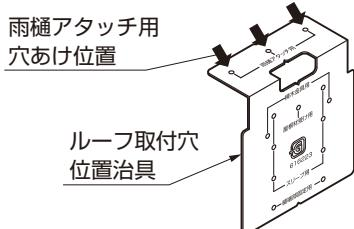

図11-53
- ①ルーフ取付穴位置治具を樋にあて、ケガキ、ドリルで水抜き穴 $\phi 36$ と雨樋アタッチメント取付穴 $\phi 3.2$ をあけてください。(図11-53、11-54参照)